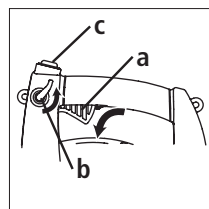

Fig. 20
2. Pressione e segure o interruptor Liga/Desliga (c) na posição DESLIGA (O) até que o motor pare completamente [Fig. 20].